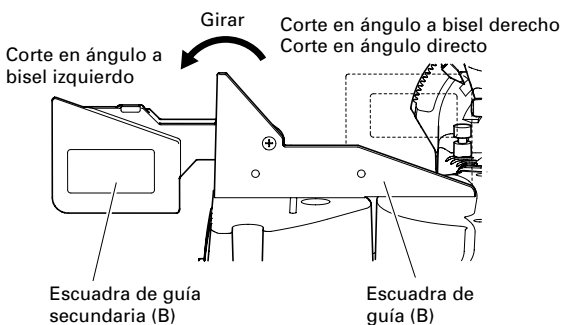

Fig. 11
Esta herramienta mecánica está equipada con una escuadra de guía secundaria (B). En el caso de corte en ángulo directo y de corte en ángulo a bisel derecho, utilice la escuadra de guía secundaria (B). Esto le permitirá realizar un corte estable del material con una cara trasera ancha. En el caso de corte a bisel izquierdo, eleve la escuadra de guía secundaria (B) tal como se observa en la Fig. 11 y luego gírela en el sentido contrario a las agujas del reloj.